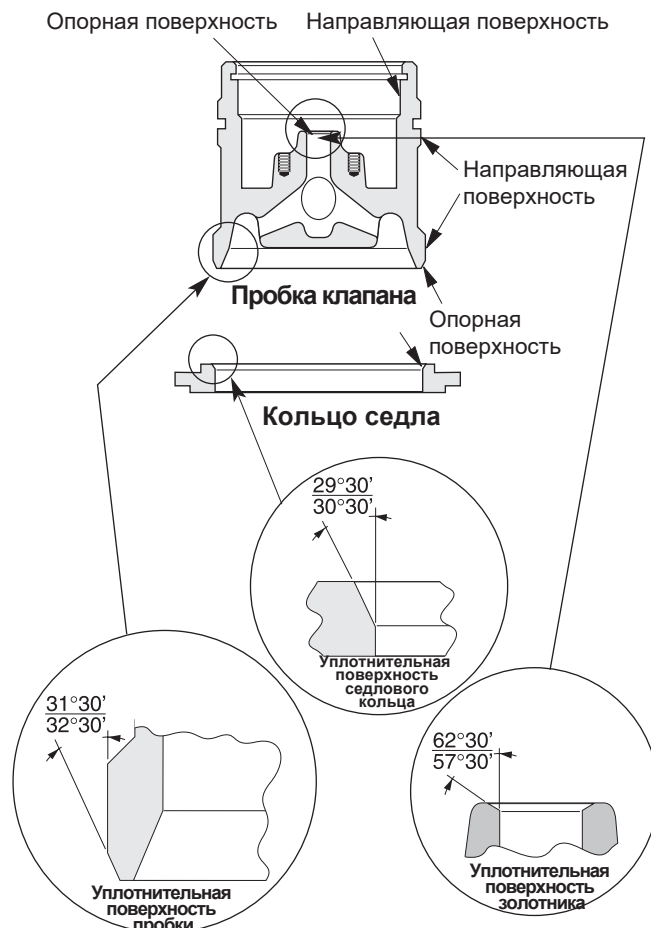

Рисунок 6 – Углы типичных уплотнительных поверхностей
- Поместите кольцо седла (13) в корпус таким образом, чтобы угол посадки оказался направлен вверх.
- Установите гнездо (10), (при наличии) фиксатор гнезда (11) и узел пробки (8) в корпус клапана (1), следуя инструкциям по сборке пробки клапана.
- Установите крышку (2) и, при необходимости, ее направляющую втулку (20).
- Поместите подходящий инструмент на резьбу штока клапана (7), чтобы обеспечить ручное вращение.
- После выполнения притирки разберите детали, очистите их и установите обратно, соблюдая допуски углов посадки. См. рисунок 6.